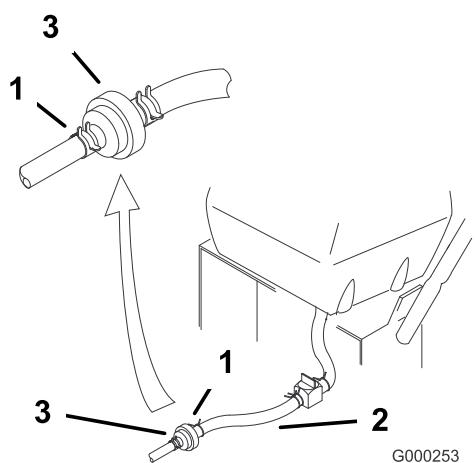

Figure 36
4. Pincez les extrémités des colliers et faites glisser ceux-ci pour les éloigner du filtre (Figure 36).